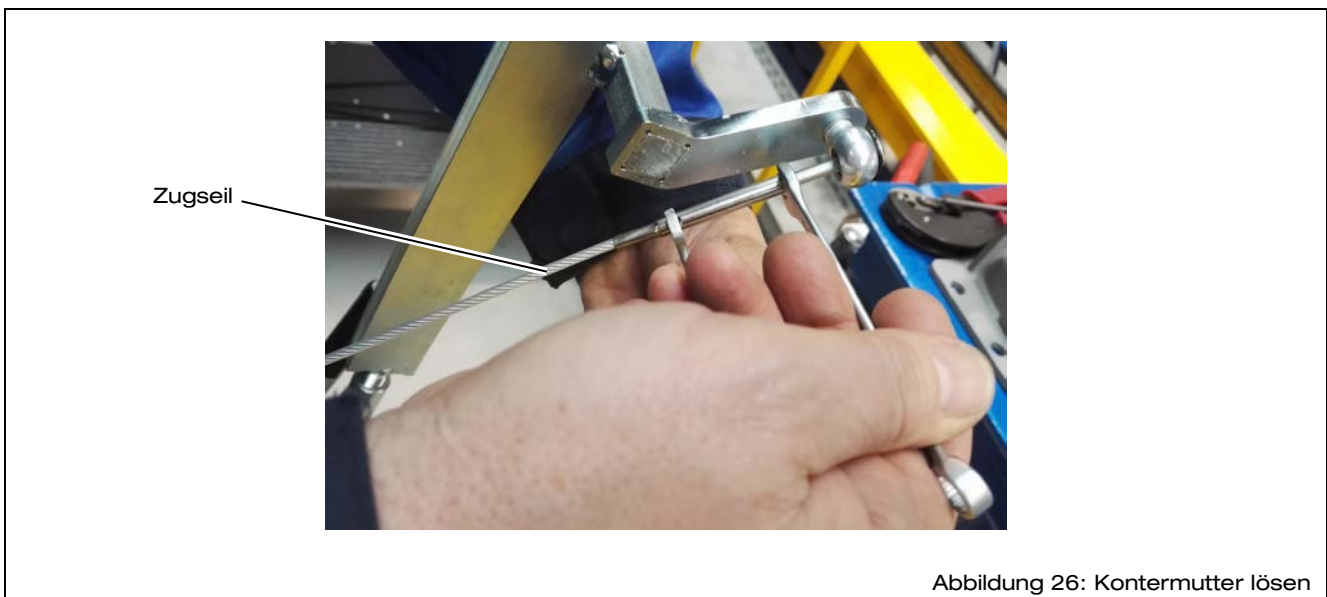

Abbildung 26: Kontermutter lösen
- ⇒ Lösen Sie an beiden Seiten die Kontermutter des Zugseils (siehe Abbildung 26).